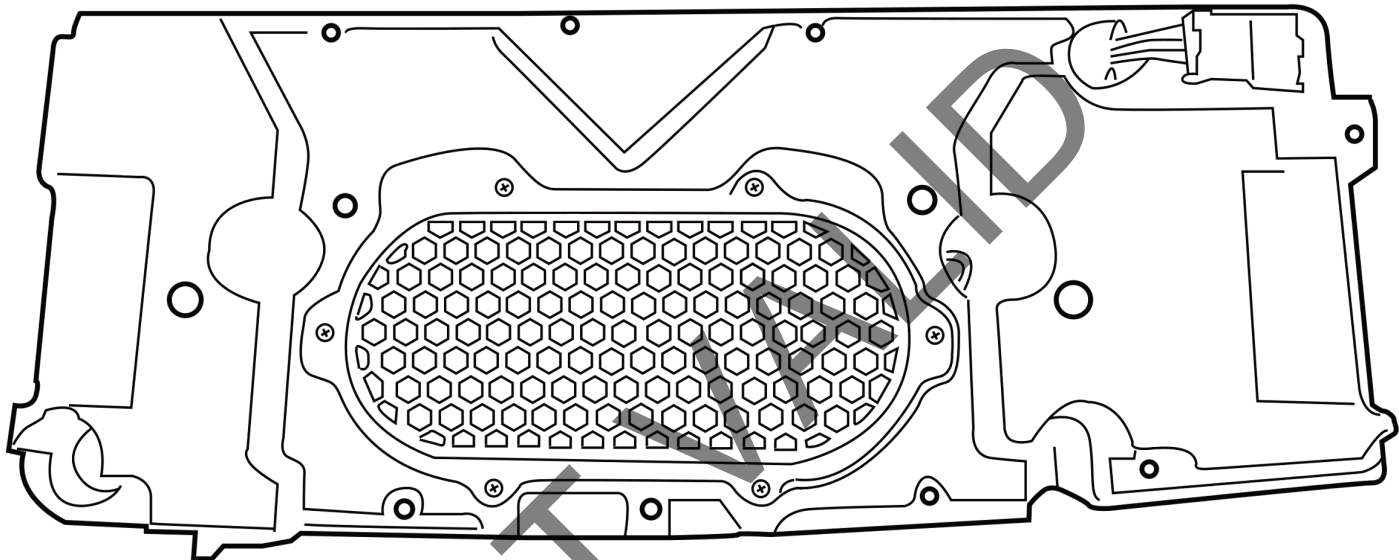

Fig. 3
2. Снять указанные пластмассовые части в багажном отсеке. См. рис. 3.